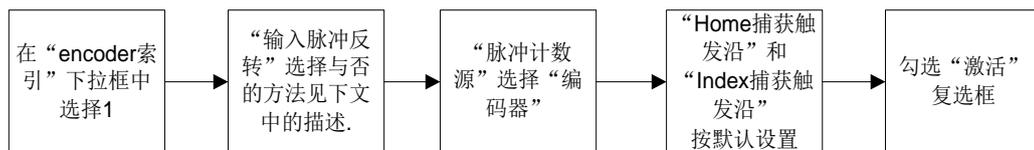

图 4-32 闭环模式下 encoder 配置流程
- (4) 切换至'encoder'页，如图 4-32 所示。